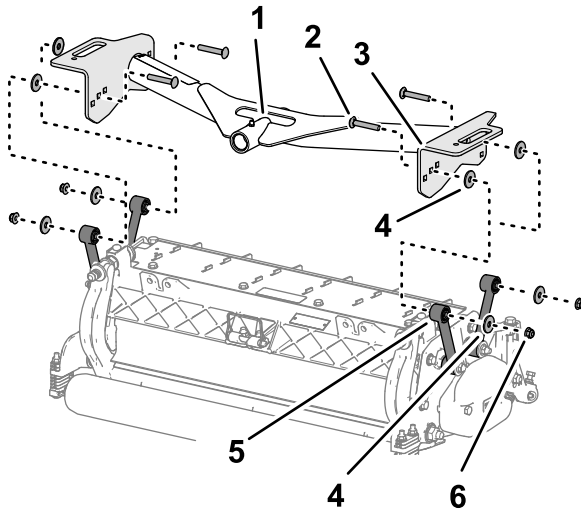

Figura 17
1. Alinee los orificios de las placas del bastidor de tiro delantero con los orificios de las placas de montaje de la unidad de corte (**Figura 17**).
2. Alinee una arandela entre la placa del bastidor y la biela (**Figura 17**), y monte provisionalmente las placas y el espaciador con un perno de cuello cuadrado ($\frac{3}{8}$ " x $2\frac{1}{4}$ "), una arandela y una contratuerca con arandela prensada ($\frac{3}{8}$ ").